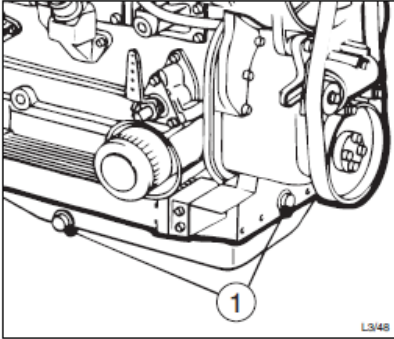

Abb. 32 – Ablassschraube
- Die Ablassschraube („1“abb. 32) lösen und das Öl in ein Abfallgefäß frei ablassen. Beim Lösen der Ablassschraube darauf achten, dass die Rohrverlängerung nicht gelockert wird.